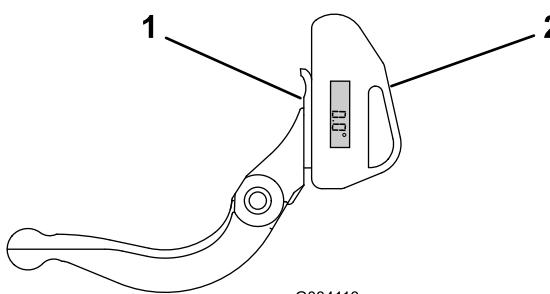

図 25
1. 図 25に示すように、ベッドナイフの裏面に傾斜計を置く。